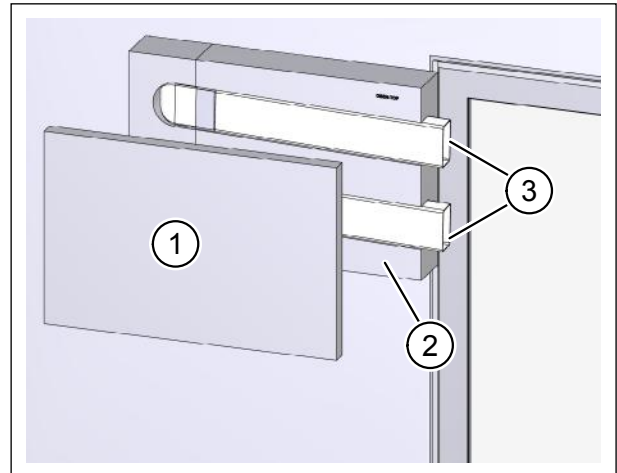

Abb. 34: Dämmplatte aufsetzen und Außenwand verputzen
- ▶ Bringen Sie auf einer Seite der Dämmplatte (Pos. 1 in Abb. 34) Klebepunkte an und setzen Sie die Dämmplatte auf das Montageset Fensterlaibung (Pos. 2 in Abb. 34) auf.
- ▶ Verschließen Sie die Öffnungen (Pos. 3 in Abb. 34) der Flachkanäle mit Klebeband, damit diese durch weitere Arbeitsschritte nicht verschmutzt werden.